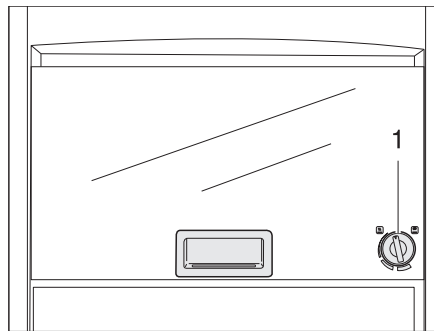

Fig. 315 Horno de gas (Dometic)
- Presionar el regulador giratorio (Fig. 315,1) ligeramente y girarlo hacia la izquierda a una posición cualquiera.
- Girar el regulador giratorio (Fig. 315,1) a "O". La llama se apaga.